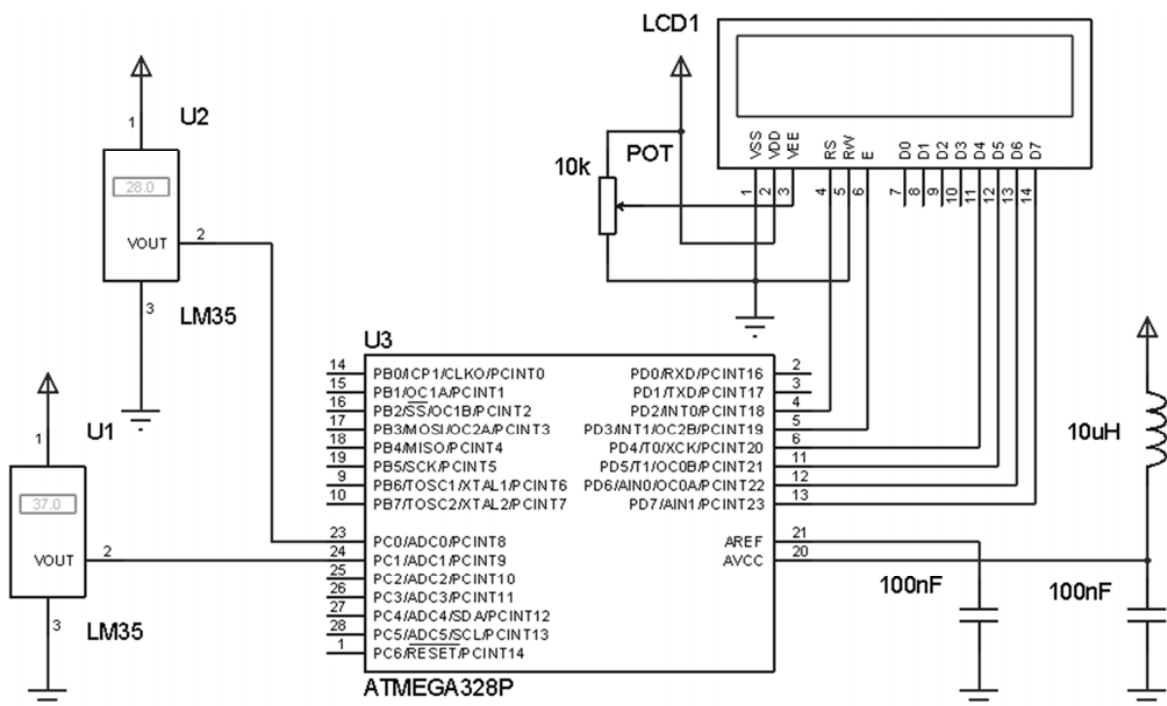

Fig. 19.8 – Empregando o ATmega328 para ler dois sensores de temperatura LM35.
19.5 – Elaborar um programa para ler os sensores de temperatura LM35 conforme o circuito da fig. 19.8. Escreva a temperatura de cada um deles em uma linha do LCD 16×2.